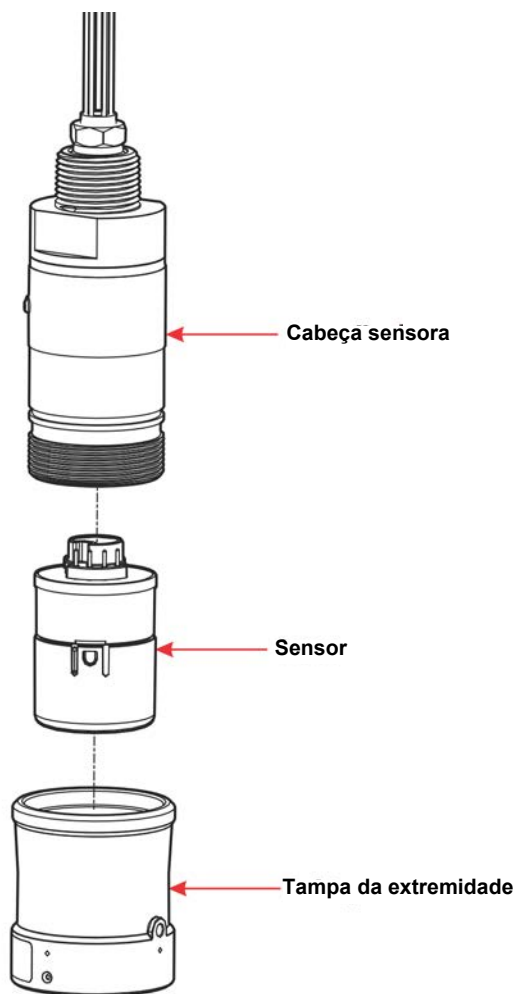

Figura 4-24: Conjunto do corpo do detector Meridian
5. Insira o Sensor1 na cabeça sensora, gire até que encaixe no local adequado e que seja reconhecido no LCD. Ele mesmo se alinha na cabeça sensora (consulte Figura 4-24: Conjunto do corpo do detector Meridian).
OBSERVAÇÃO: Para remover o sensor, remova a tampa da extremidade Meridian e, em seguida, simplesmente puxe-o diretamente para baixo (consulte Figura 4-24: Conjunto do corpo do detector Meridian).